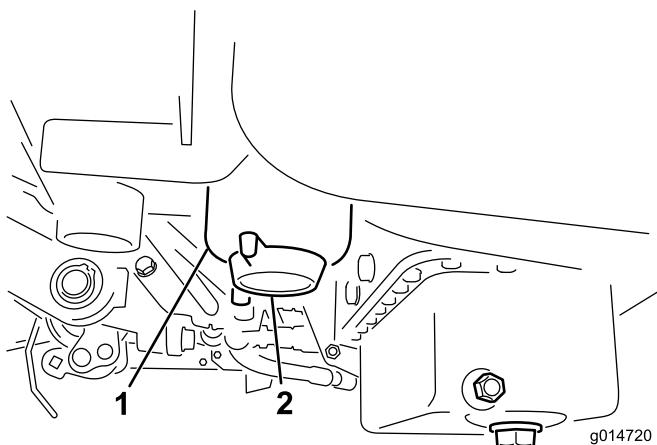

Figura 45
2. Pulite la superficie circostante la scatola del filtro (Figura 45).
4. Aprite il tappo di spурgo del filtro (Figura 45).